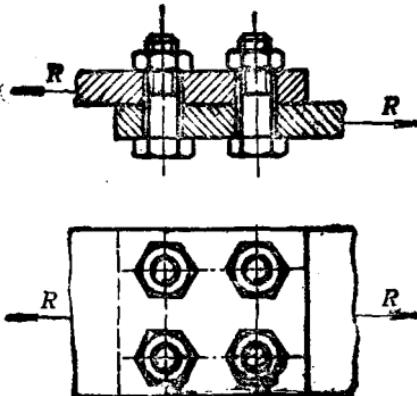

图 5
5. 两块钢板用四个螺栓联接(图5)，并受力 $R = 48$  kN，钢板接触面的摩擦系数 $f = 0.2$ 。问欲使钢板不致错动，当螺母拧紧后，每个螺栓内至少需产生多大的拉力(设螺栓与孔之间留有间隙)？